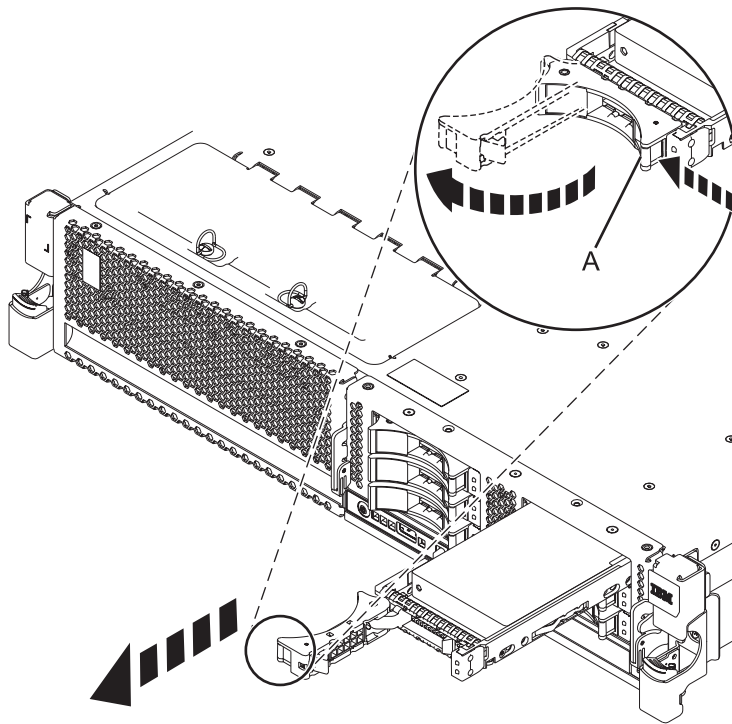

Figura 3. Extracció de la unitat de disc de la placa posterior
- 2) Col•loqueu una mà sota la unitat de disc i estireu amb compte la unitat fora del sistema tal com es mostra a la Figura 3.